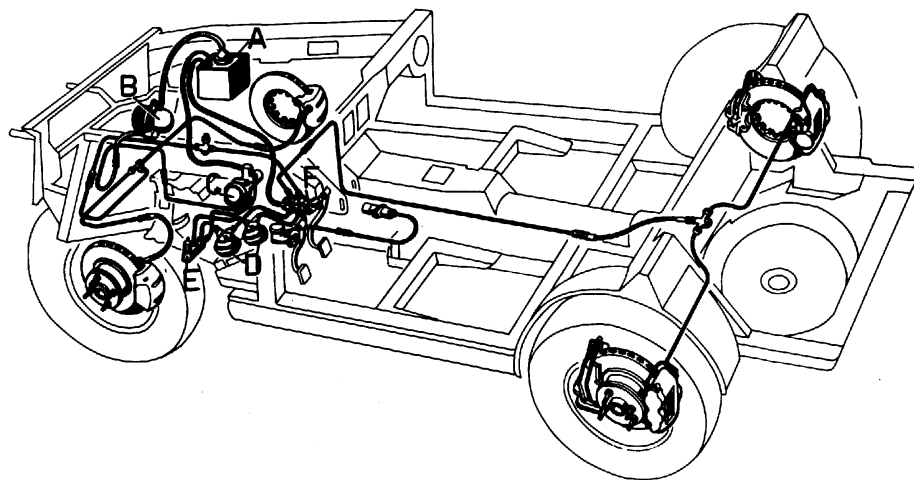

Fig. 2
Dal serbatoio A l'olio passa alla pompa B, che comandata dal motore tramite due cinghie, fornisce la pressione a tutto il circuito frenante, un regolatore C opportunamente tarato a circa 175 Kg./cm.2 la invia attraverso il raccordo E a due accumulatori D, uno per il circuito anteriore e uno per il circuito posteriore, indi alla valvola dosatrice F comandata dal pedale freno. La spia rossa (N. 11 Fig. 1) posta sopra il cruscotto segnala la mancanza di pressione nel circuito idraulico. Come si vede dallo schema di Fig. 2 il sistema frenante è a doppio circuito.
Le système de freinage est réalisé de la façon suivante: Du réservoir l'huile passe à la pompe B, qui, commandée par le moteur à travers deux courroies, fournit la pression à tout le circuit de freinage; un régulateur (C) correctement calibré à 175 Kg./cm.2 environ, transmet la pression, à travers le raccord E, à deux accumulateurs D (un par le circuit avant et l'autre par le circuit arrière) et ensuite à la soupape de dosage F commandée par la pédale de frein. Le témoin rouge (n. 11 fig. 1) placé sur le tableau de bord signale le manque de pression dans le circuit hydraulique. Comme indiqué par la fig. 2 le système de freinage est à double circuit.
The braking pressure is performed by a pump B operated by the engine by means of two belts; a regulator set at C at 175 Kg./cm.2, sends it through pipe E to two accumulators D, one for the front, the other for the rear circuit, then to the valve F of the circuit operated by the brake pedal. The red warning light (N. 11 Fig. 1) on the dashboard indicates insufficient pressure in the hydraulic circuit. As in fig. 2 the braking system has two circuits.
Wie aus dem Schema (Abb. 2) ersichtlich, hat das Bremssystem zwei voneinander unabhängige Bremskreise.